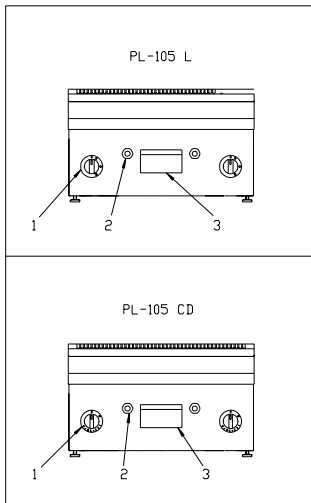

Figure 5
- b) Appuyez légèrement le commandement dans le sens envers aux aiguilles de l'horloge jusqu'à ce qu'on arrive à la position CLIGNON (\*) (figure 5 et 6)
- c) Appuyez le commandement du thermostat et au même temps approchez une flamme à l'orifice de l'allumage (figure 5) jusqu'à ce que le pilote s'allume. Maintenir le commandement du thermostat appuyé pendant 20 secondes, jusqu'à la flamme du pilote reste permanent. Après lâchez le commandement (Au cas où on trouverait le commandement éteint répétez l'opération)
- d) A partir de ce moment pour allumer le brûleur appuyez le commandement et tournez-le dans le sens envers aux aiguilles de l'horloge jusqu'à ce que l'on arrive à la meilleure position, Ça dépend de la température qu'on veut atteindre (figure 5 et 6)